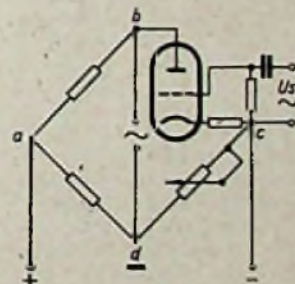

Abb. 3. Prinzipskizze einer Wechselrichter-anordnung mit Elektronenröhre
2. An Stelle des Kontaktes tritt eine Röhre (Abb. 3). Diese arbeitet als ver-